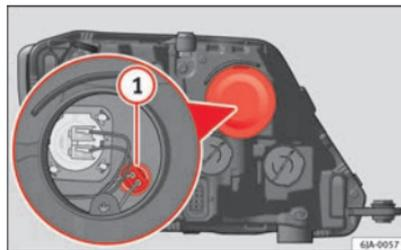

Fig. 153 Substituição da lâmpada da luz de presença
- Remova a tampa protectora ⇒ Fig. 153.
- Extraia o porta-lâmpadas ⇒ Fig. 153 ① puxando para fora.